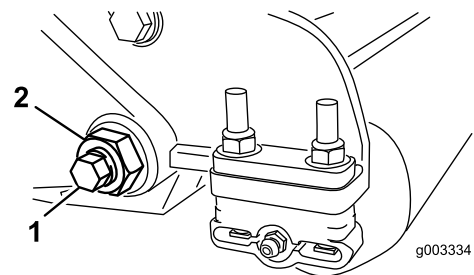
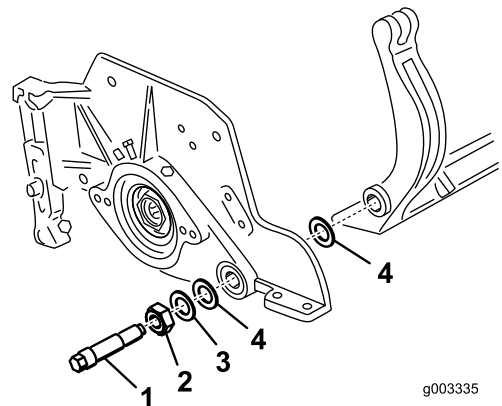

図 30
図 31
3. ベッドバーボルト 図 30 を固定しているロックナット機体両側をゆるめる。
4. 各ベッドバーボルトを抜いて、ベッドバーを下に引き抜いて外す 図 30。ベッドバーの両端にそれぞれナイロンワッシャ2枚とスチールワッシャが1枚ずつあるので注意する 図 31。
4. その外側からスチール製ワッシャを取り付ける 図 31。